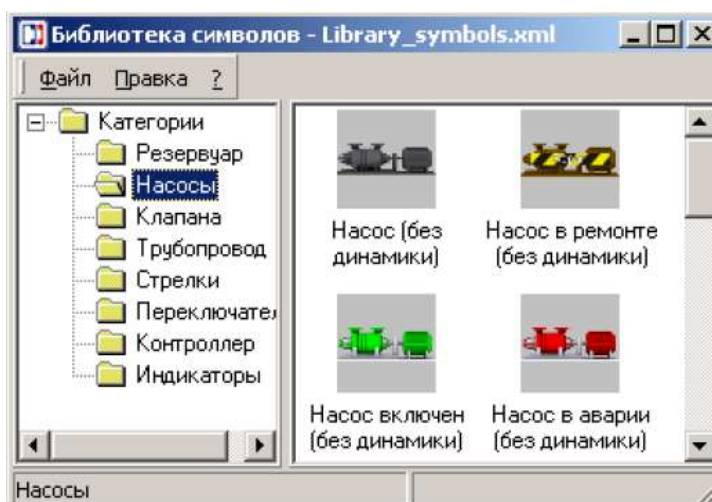

Рис. 2
7. В панели инструментов **Рисование** найдите кнопку **Библиотека символов**  (или в меню выбрать пункт **Вид**, затем **Библиотека символов**) и в появившемся окне выберите **файл>открыть**. Укажите путь к библиотеке C:\Teach\Методические Указания\Library\_Simbols.xml Рис. 2